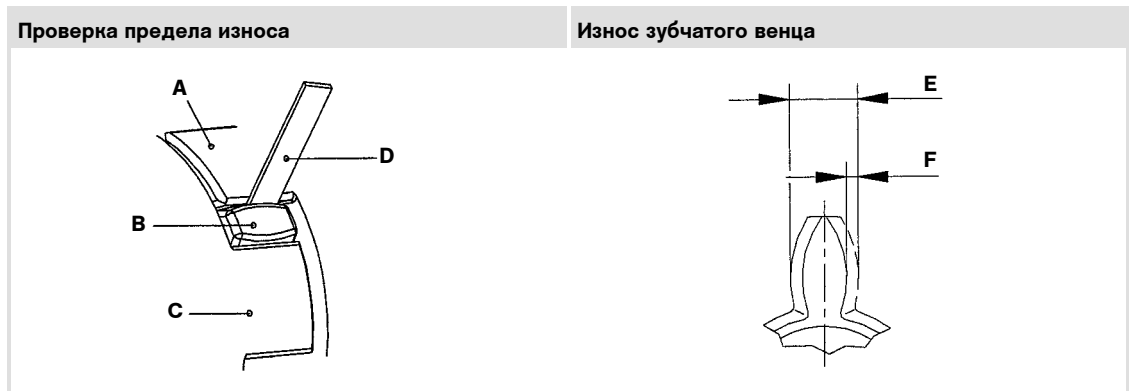

Рис. 5 Проверка: износ
2. Проверить зазор между кулачками муфты и упругим зубчатым венцом с помощью щупа (Рис. 5).